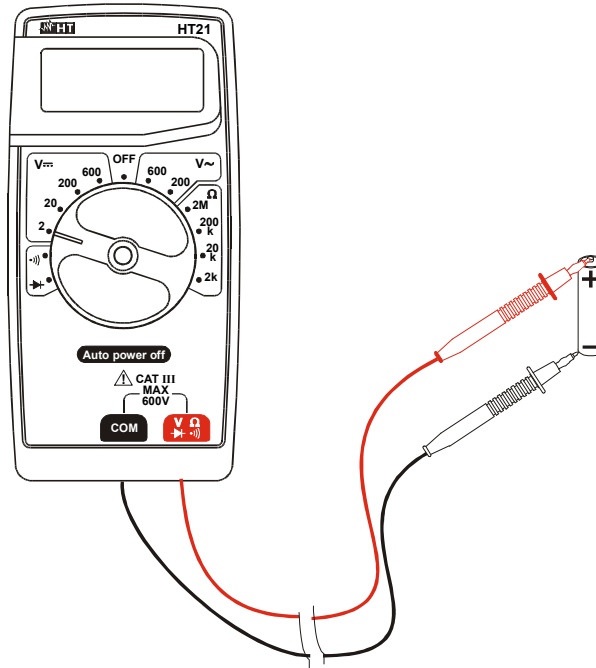

Abb. 2: DC-Spannungsmessung
2. Verbinden Sie die Messleitungen wie folgt: die rote Messleitung in $V\Omega\rightarrow|+|)$ und die schwarze Messleitung in den COM Eingang (s. Abb. 2).